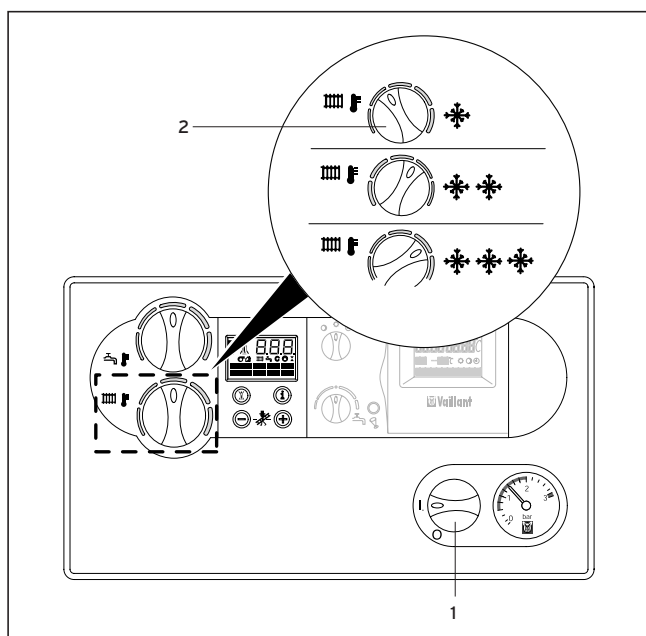

Fig. 3.7: Impostazione della temperatura di mandata
3.4.1 Impostazione della temperatura di mandata (Fig. 3.7)